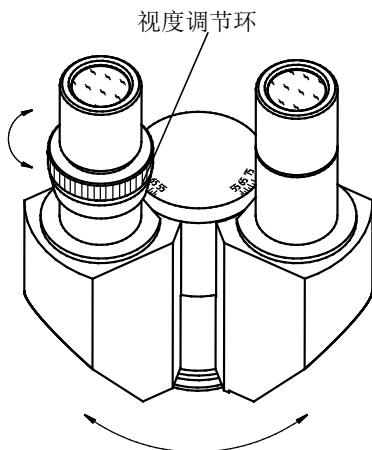

图 4
1) **视度调节** 通过位于左目筒上的视度调节环,可以修正不同使用者双眼视度的个体差异,见图4。利用 40X 的物镜,单独用右眼观察样本,调焦至成像清晰。然后用左眼观察,慢慢调节视度调节环使左眼也能观察到清晰的像
2) **适当的瞳距**能带来舒适的观察效果。瞳距的调节通过铰链式的双目镜筒“折叠”来实现,参照图4。